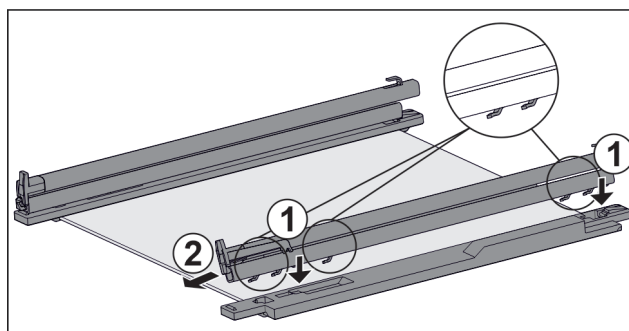

Fig. 160 Tablette en verre avec rails et pièces de retenue
- Placer les crochets du rail sur les ouvertures de la pièce de retenue de **gauche**. Fig. 160 (1)
- Tirer le rail vers l'avant. Fig. 160 (2)
- Placer les crochets du rail sur les ouvertures de la pièce de retenue de **droite**. Fig. 160 (1)